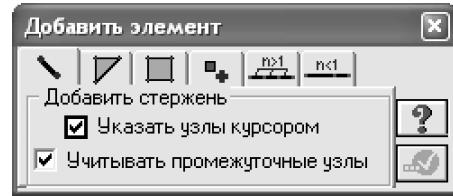

Рис.5.6. Диалоговое окно
- Вызовите диалоговое окно **Добавить элемент** (рис.5.6) с помощью меню **Схема** ⇒ **Корректировка** ⇒ **Добавить элемент** (кнопка на панели инструментов).
- Вызовите диалоговое окно **Добавить элемент** (рис.5.6). с помощью меню **Схема ⇒ Корректировка ⇒ Добавить элемент** (кнопка на панели инструментов).